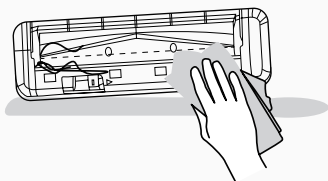

Fig. 13
4. Utilizzare un panno asciutto per rimuovere eventuali peli e capelli aggrovigliati sul rullo e lo sporco che si deposita sulle setole. Non perdere il manicotto in gomma sul cuscinetto a sfera. [Fig. 13]